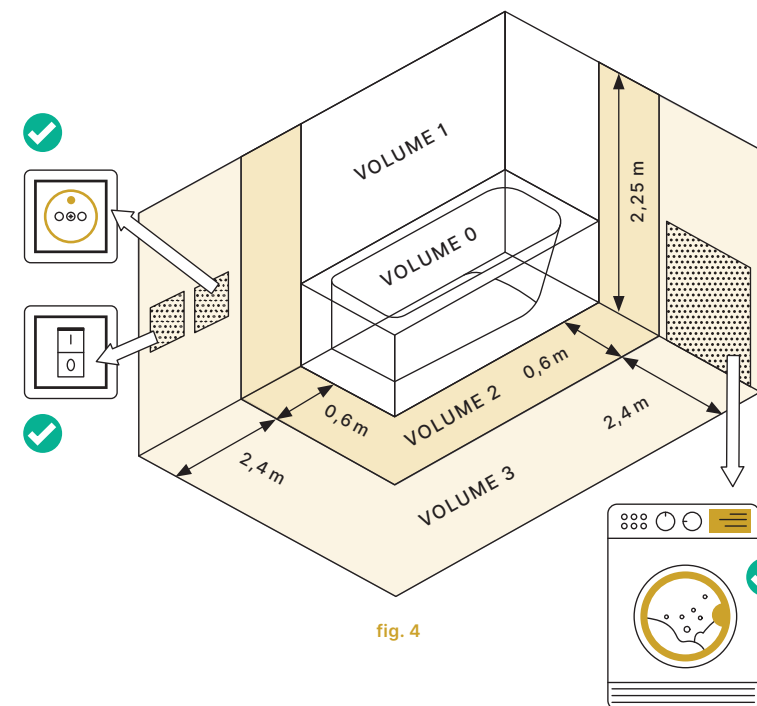

fig. 4
- Vochtige lokalen worden opgedeeld in **VOLUMES 0, 1, 2 en 3**. Deze beschermingsvolumes tonen aan op welke minimumafstand elk type elektrisch toestel geplaatst mag worden. *zie fig. 4*